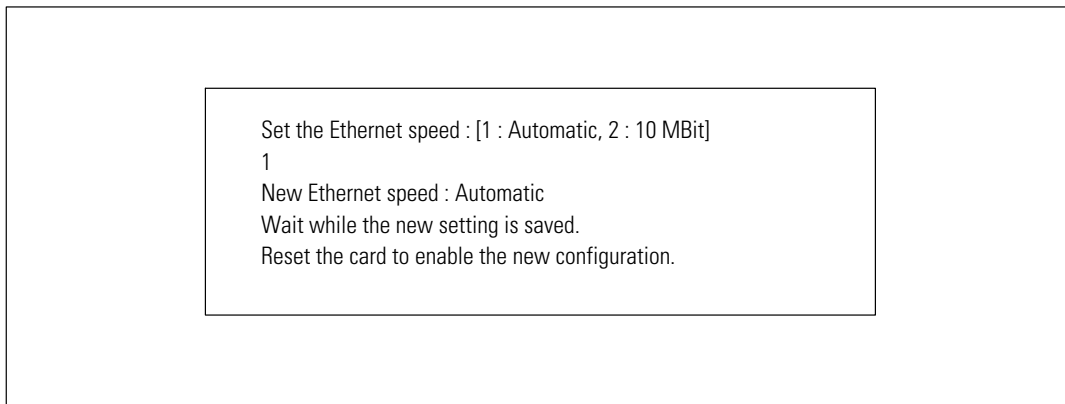

Abbildung 43. Einstellungen für Ethernet-Geschwindigkeit
- **Ethernet-Geschwindigkeit festlegen:** zum Ändern der Netzwerkgeschwindigkeit (siehe Abbildung 43). Führen Sie einen Neustart der Karte durch, um die neuen Parameter zu aktivieren.